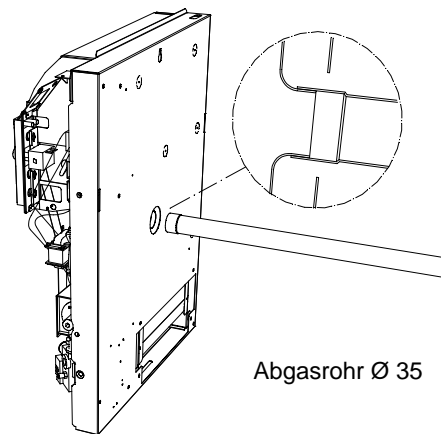

Abbildung 9 – Positionierung des Abgasrohrs
10. Stecken Sie das Ende des Abgasrohrs (\varnothing 35 mm) auf den Auslassstutzen des Heizkörpers (Abbildung 9).